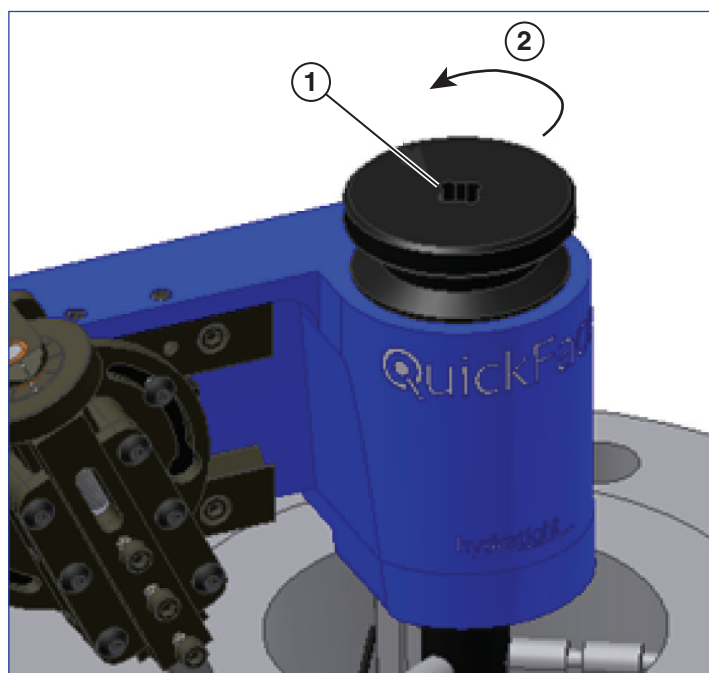

図 15
11. 目的の結果が面に得られれば、固定ノブを反時計方向に回して製品本体を外します。(図15参照) 面を再切削する必要がある場合は、4～10の手順を繰り返して完了してください。